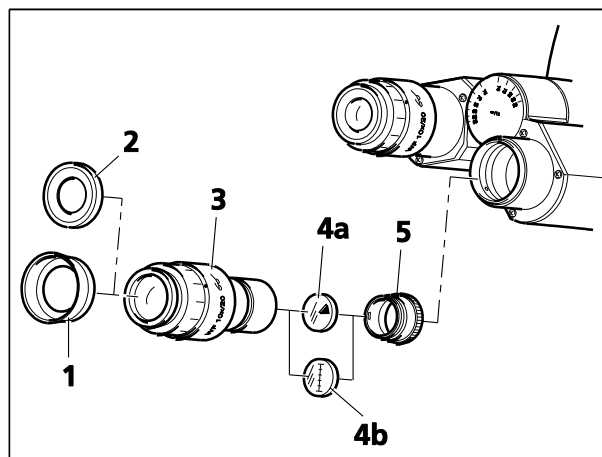

Fig. 16 Installation du pointeur d'oculaire ou du micromètre d'oculaire
Les oculaires (Fig. 16/3) peuvent être équipés d'ocilletons en caoutchouc rabattables (Fig. 16/1 : tirées ; Fig. 16/2 : rabattues). Les ocilletons sont fournis avec les oculaires, mais ne sont pas livrés déjà montés.
- Dévisser à la main le diaphragme (Fig. 16/5) de l'oculaire.
- Insérer le pointeur d'oculaire (Fig. 16/4a) ou le micromètre d'oculaire (Fig. 16/4b) dans l'oculaire (avec la face portant un revêtement tournée vers les yeux).
- Tourner l'anneau de mise au point de l'oculaire (Fig. 16/3) pour effectuer la mise au point sur la figure cunéiforme du pointeur de l'oculaire.